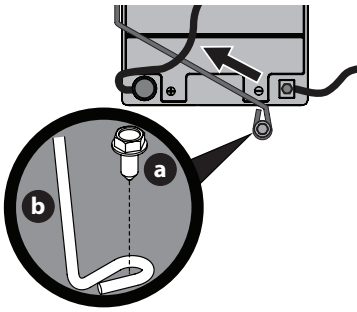

Figura 20
NOTA: El mazo de cables debería colocarse sobre la parte superior de la barra de sujeción de batería. De no ser así, el mazo de cables podría resultar dañado (Figura 20 en la página 51).
3. Extraiga el tornillo de arandela hexagonal (a) que sujeta el soporte de sujeción de la batería al bastidor (b). Luego levante el soporte de sujeción de la batería (b) para liberar la batería (Figura 20 en la página 51).